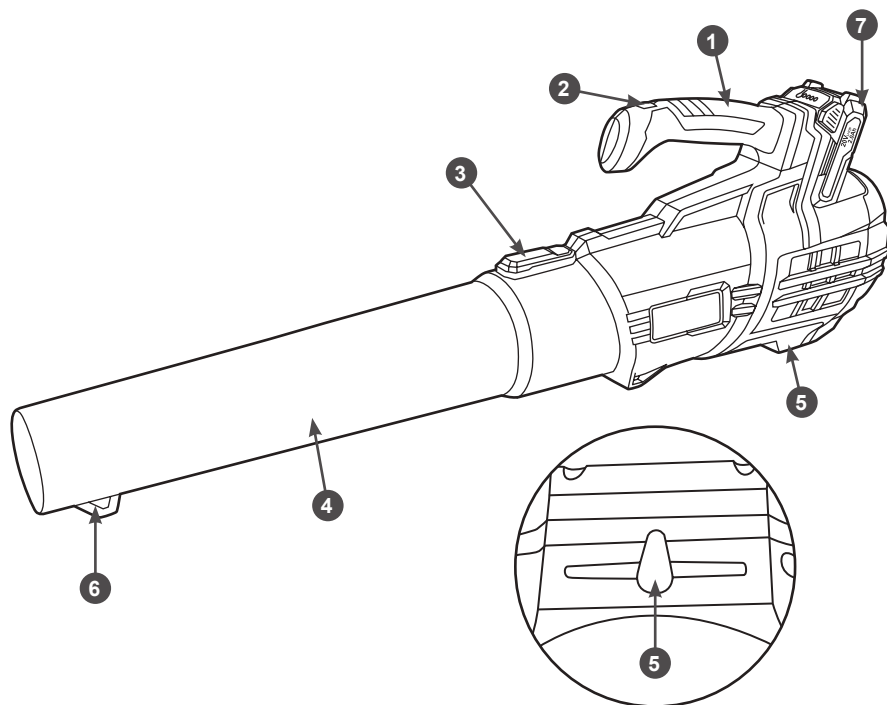
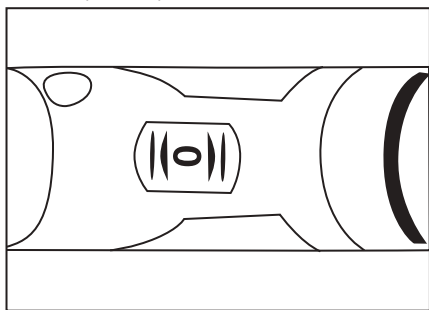

Рис. 1 Основные узлы и органы управления
Рис. 4 Выключение устройства
Основные узлы и органы управления воздуходувки показаны на Рис. 1.
Вставляйте и вынимайте аккумулятор, когда устройство выключено (переключатель режимов установлен в положение «0», см. Рис. 4).
5. Проверьте исправность переключателя режимов 2 (Рис. 1).
Чтобы включить воздуходувку, установите переключатель 4 режимов (Рис. 1) в положение 1 (2/3/4/max). Для выключения установите переключатель в положение «0» (Рис. 4).
2. Если скорость воздушного потока недостаточна, то переключателем режимов 4 (Рис. 1) выберите режим с более высокой скоростью.